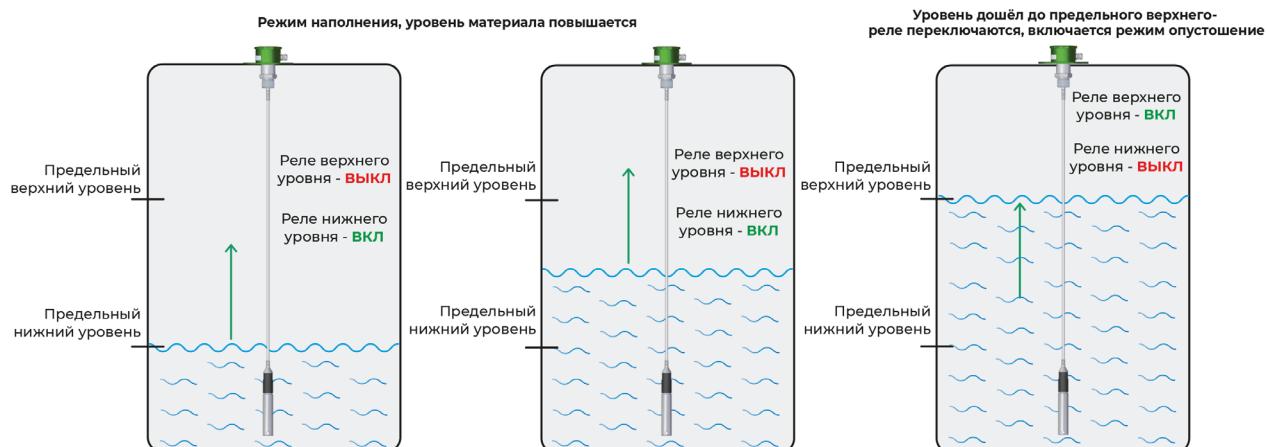

Рис.11 – Состояние реле в режиме наполнение резервуара при наполнении ёмкости.
*Примечание: если при подаче питания (автоматически включается режим опустошение) уровень материала ниже нижнего предела, режим сразу же сменится на – наполнение (табл. 8, рис. 11).*